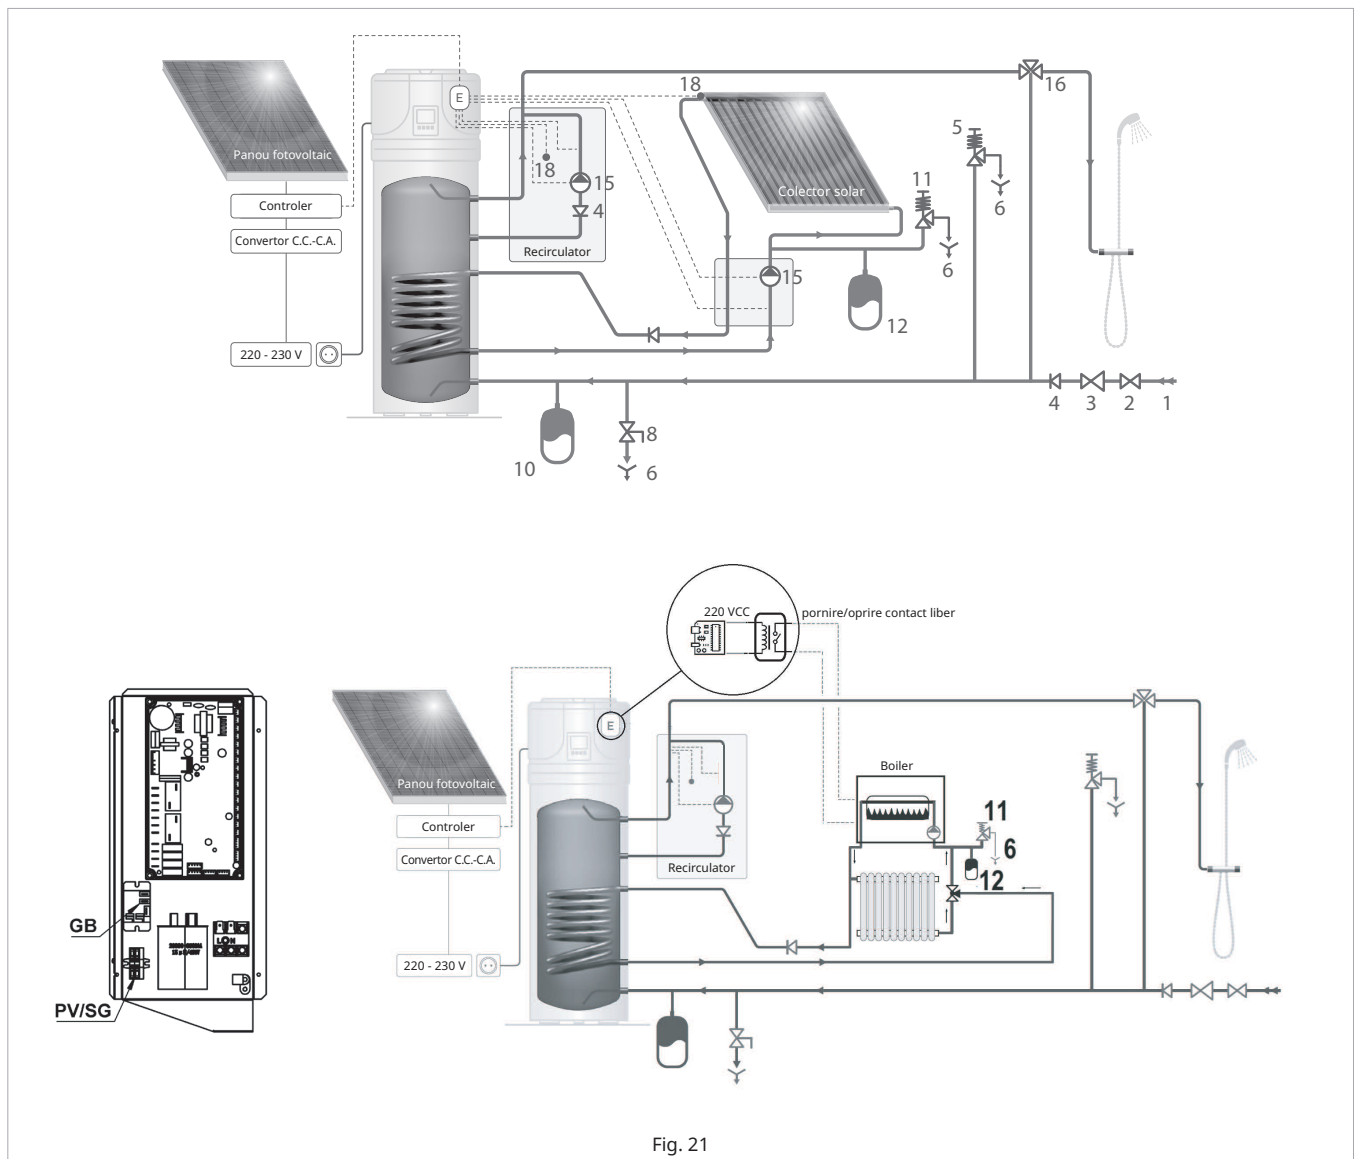

Fig. 21
- ⚠ Țevile din plastic (PP) sunt permeabile la oxigen. Nu conectați niciodată schimbătorul de căldură la o țeavă PP sau la un sistem de circulație deschis! Nerespectarea acestei reguli va duce la coroziune în interiorul tubului.
- ⚠ Instalatorul de sistem trebuie să instaleze o supapă de siguranță de 8 bari (5) pe conducta de intrare a apei reci (Fig. 21).
- ❗ Echipamentul de siguranță pentru protecția împotriva supra-presiunii trebuie acționat regulat pentru a elimina depunerile de calcar și pentru a vă asigura că nu este blocat (Fig. 21)
- ❗ Conducta de scurgere (6) conectată la supapa de siguranță trebuie instalată cu o pantă continuă descendentă și într-un loc unde este protejată împotriva formării gheții (Fig. 21).
- ❗ Un vas de expansiune (10) (Fig. 21) ar trebui instalat pentru a absorbi expansiunea apei datorată variației de temperatură. Regulatorul de presiune (3) și vasul de expansiune trebuie calculate împreună de o persoană calificată.
- ⚠ **Pompa de căldură pentru producția de apă caldă menajeră este capabilă să încălzească apa la peste 65°C. Din acest motiv, ca protecție împotriva arsurilor, este necesar să se instaleze un sistem de amestecare termostatic automat (16) la conducta de apă caldă (Fig. 21).**